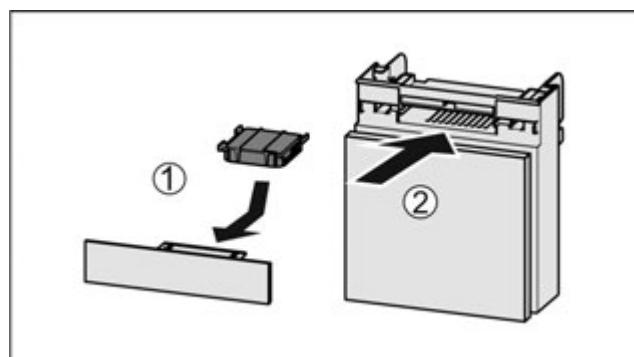

Fig. 43
- Вставити фільтр з активованого вугілля за малюнком Fig. 43 (1).
- Вставити відділення Fig. 43 (2).